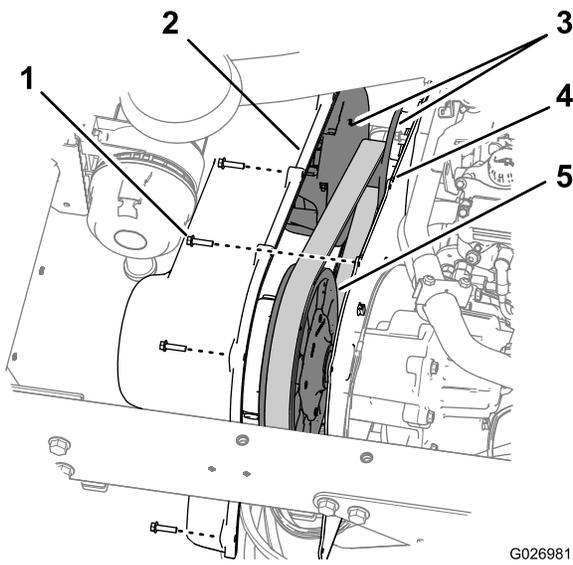

図 74
1. トランスミッションカバーをトランスミッション取り付けプレートに固定している六角ワッシャねじ9本1/4 x 1 インチを外す 図 74。
5. トランスミッションカバーの穴を、取り付けプレートの穴に合わせる 図 74。
6. カバーを取り付けプレートに固定する 図 74 ステップ 1 で取り外した六角ワッシャねじ 9 本 1/4 x 1 インチを使用し、10.212.4Nm 1.01.3kg.m = 90110in-lb にトルク締めする。